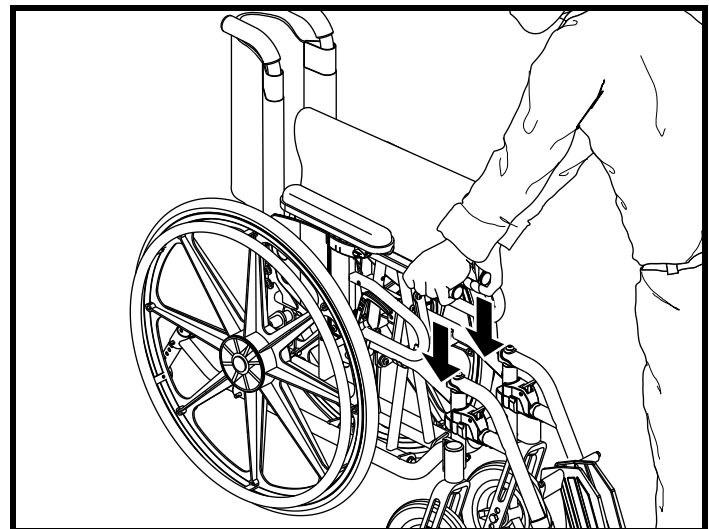

Figure 7. Pour ouvrir le Litestream XF LTD
2. Placez vos paumes de mains sur les longerons de la croix. Voir la figure 7.
3. Tenez la base du siège par son centre à l'avant et à l'arrière. Voir la figure 7.